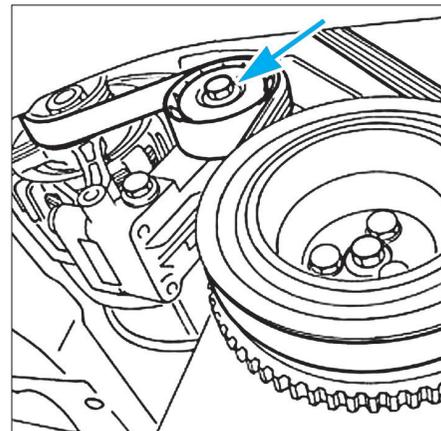

FIG. 4
- Agir sur le tendeur automatique puis extraire la courroie (Fig.4).